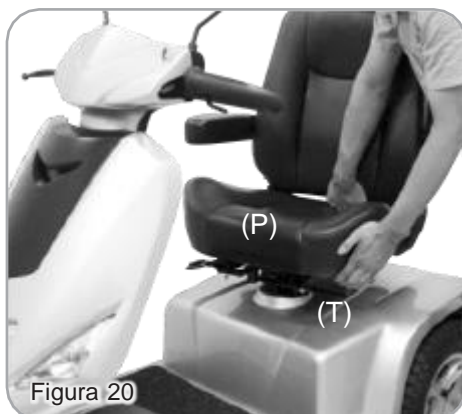

Figura 20
1. Retire a cobertura traseira (Z) para cima (Figura 20).